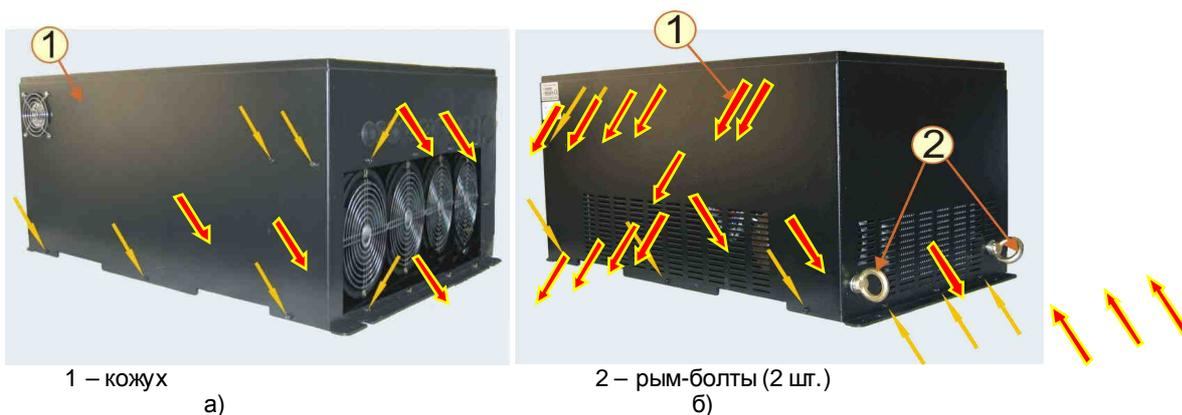

Рис. 7.24.
7.12.1. Надеть кожух на основание корпуса, совместив отверстия (22 шт. по периметру) для винтов. Вкрутить винты 22 шт., не затягивая (рис. 7.24а, б).
7.12.2. Вкрутить два рым-болта (рис. 7.24б).